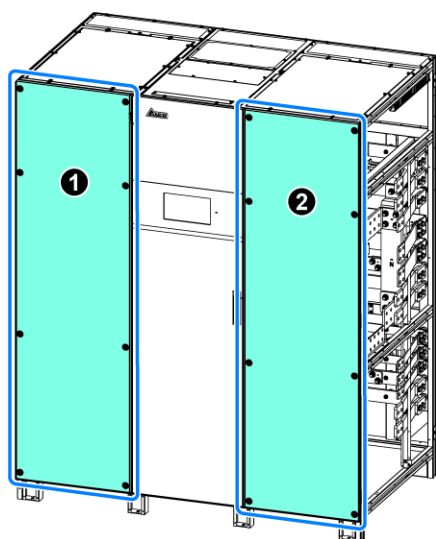
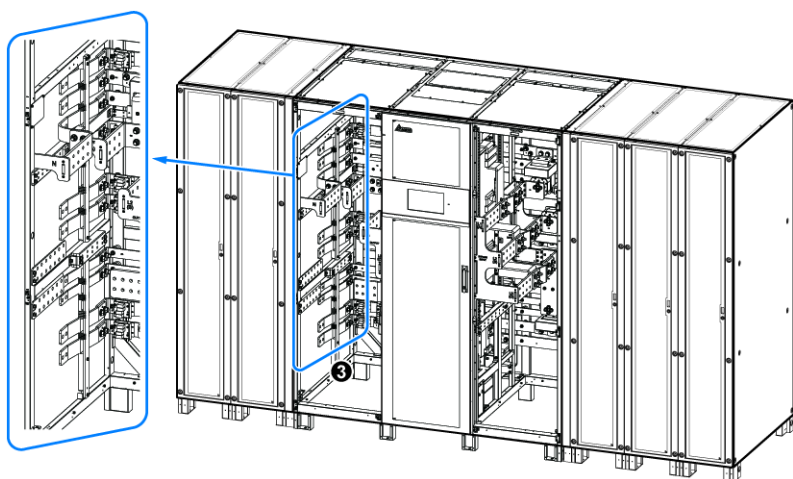

Рис. 5-10: ИБП 1250 кВА _ Открутите шестнадцать винтов, чтобы открыть две передние дверцы
Рис. 5-11: ИБП 1250 кВА_ Закрепите винты на шинах
Открутите шестнадцать винтов, чтобы снять левую и правую передние дверцы (❶ и ❷), как показано на **Рис. 5-10**. С помощью прилагаемых сорока восьми винтов M12 соедините семнадцать шин (❸) с правой и левой стороны (см. **Рис. 5-11**). Двадцать винтов используются с левой стороны и двадцать шесть — с правой. После завершения вышеуказанного соединения закрепите два винта на мягких медных шинах в правом и левом углах между шкафом системы ИБП и силовым модулем, как показано на **Рис. 5-12**.